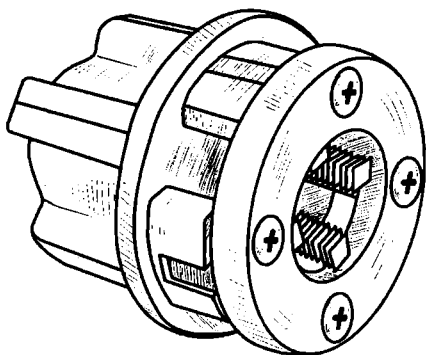

Рис. 36. Клупп
- клупп (рис. 36) — это приспособление для выполнения резьбы, которое выпускается с насадками для труб разных диаметров;